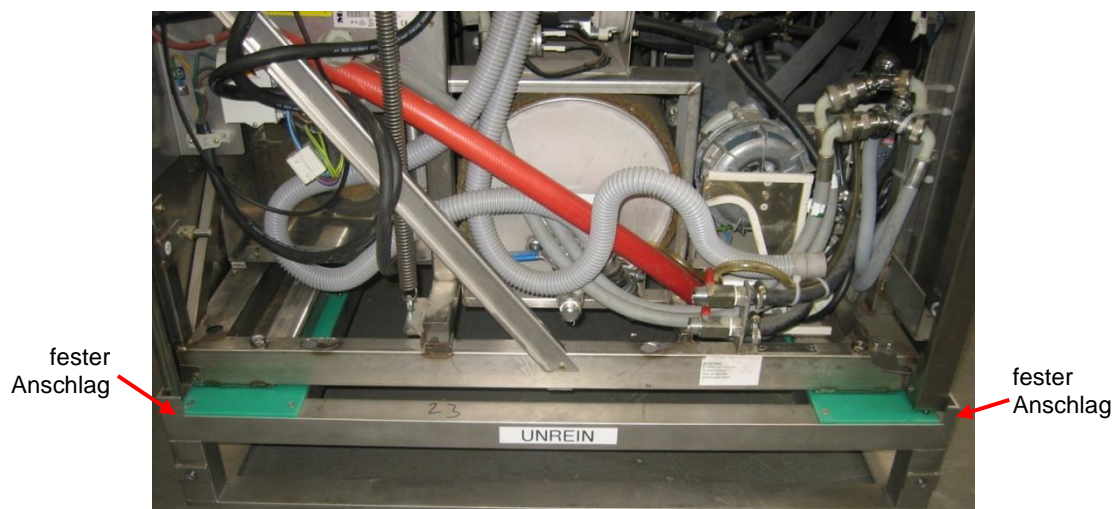

Abb. 19: RDG auf dem Transportsockel
- ◆ Positionieren Sie den Transportsockel im unreinen Bereich vor dem RDG. Die festen Anschläge befinden sich auf der Vorderseite des Transportsockels, so dass man das RDG auf den Transportsockel schieben kann (siehe Abb. 19:).